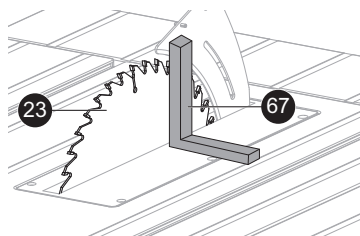

Fig. 20
- > Usando una escuadra [67], posicione la hoja de sierra [23] exactamente a 0°. (Fig. 20)